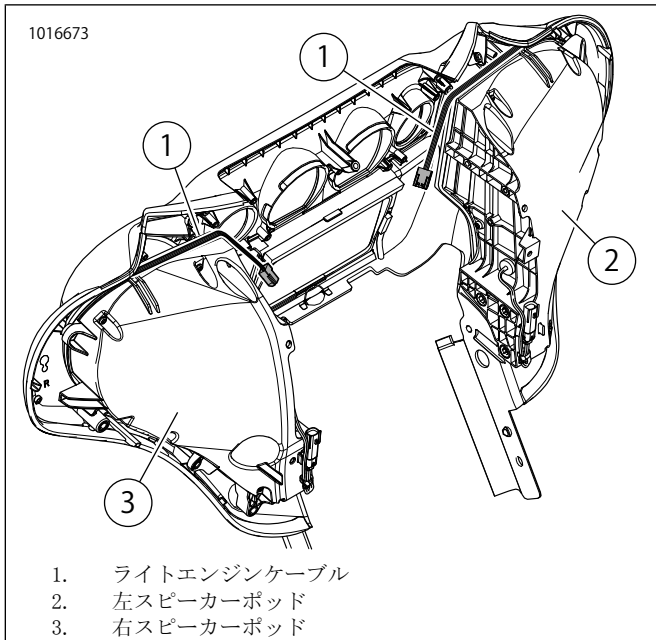

図7。図はFLHフェアリングです。FLTRのケーブルの取り回しも同様です。
7. 図7を参照してください。図のようにライトエンジンケーブル(1)を取り回します。